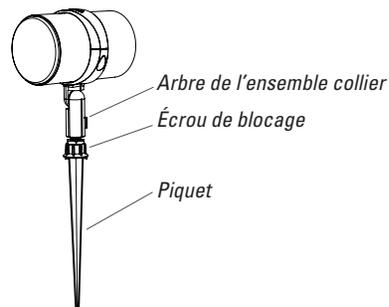

Figure 8
2. Vissez l'arbre fileté de l'ensemble collier sur le piquet comme représenté dans la figure 8 et serrez le contre-écrou avec une clé (non fournie) pour bloquer la position.